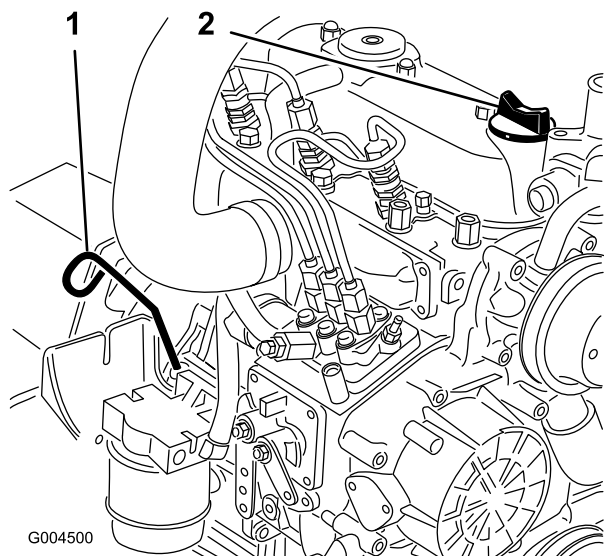

Figura 46
2. Togliete l'asta di livello (Figura 46), tergetela e reinseritela. Rimuovete l'asta e controllate il livello dell'olio.
3. Se il livello dell'olio non raggiunge il segno di pieno, togliete il tappo di riempimento (Figura 46) e rabboccate con olio fino a portarlo al segno Full sull'asta di livello.